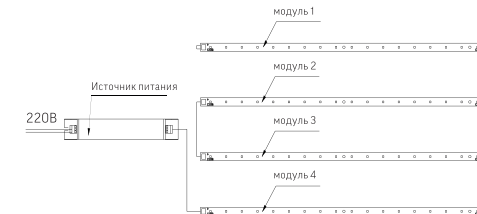

Рисунок 1.
- ▶ Предварительно отключив питающую сеть, подключите светильник к сети AC176-264V через клеммные колодки на источнике питания, в соответствии с маркировкой. См. Рисунок 1;
- ▶ Предварительно отключив питающую сеть, подключите светильник к сети 220V через клеммные колодки на источнике питания, в соответствии с маркировкой. См. Рисунок 1;
- Предварительно обесточив провод, подключите источник питания светильника к сети 220V через клемные колодки в соответствии с маркировкой. См. Рисунок 1;